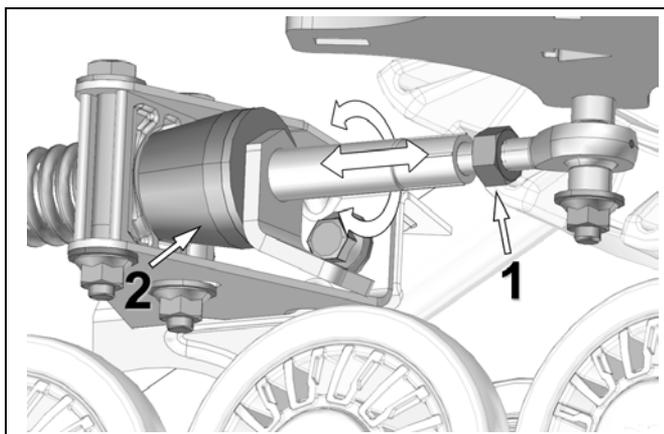

Figure 16
- Desserrer le contre-écrou (1) de l'embout à rotule. Ajuster la longueur de l'embout à rotule de sorte qu'il n'y ait aucune pression sur le cône de caoutchouc (2). Voir la Figure 16.